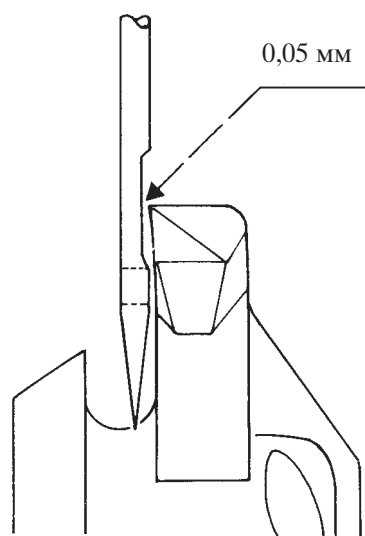

Рис. 14
При выполнении прямой строчки и среднем положении укола иглы расстояние носика челнока до основания лыски иглы (система 130/705Н) должно составлять от 0,05 до 0,1 мм (рис. 14). При выполнении наиболее широкого правого зигзага носик челнока должен почти соприкасаться с иглой.
- Сместите направляющую челнока 21 таким образом, чтобы расстояние между иглой и носиком челнока составляло 0,05-0,1 мм (рис. 14).